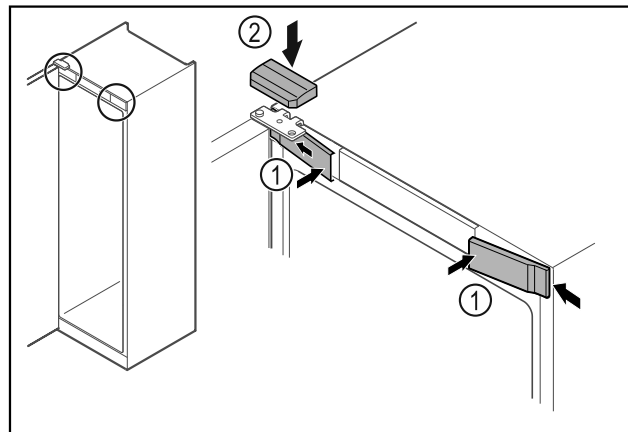

Fig. 62
- Přední kryty Fig. 62 (1) bočně zahákněte a zaklapněte.
- Horní kryt Fig. 62 (2) shora zaklapněte.